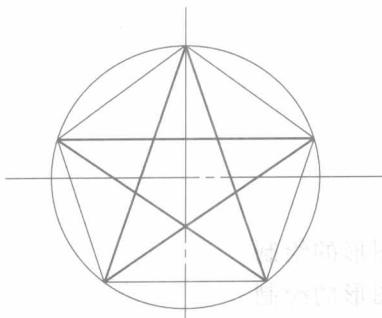

图 1-1 五角星图形
任务一：绘制图 1-1 所示的五角星图形。
(6) 完成全图 连接各等分点即得五角星图形，擦除作图辅助线并加深线条，即得图 1-1 所示图形。